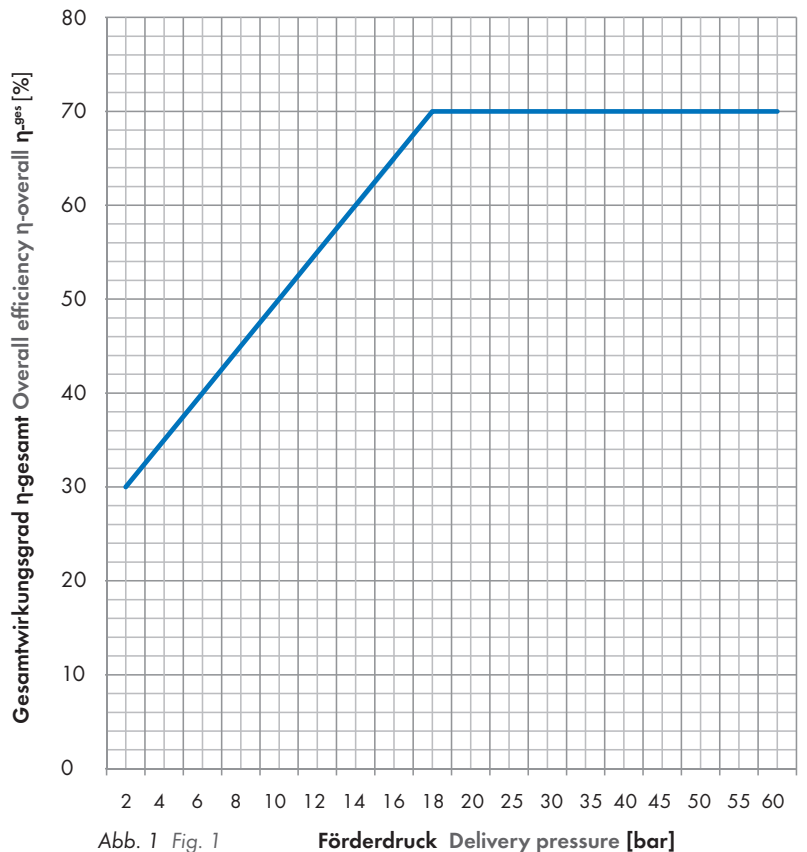

Abb. 1 Fig. 1
- $\eta_{\text{ges}}$  = Gesamtwirkungsgrad [%, s. Abb. 1]
- $\eta_{\text{ges}}$  = Overall efficiency [%, s. Fig. 1]
$V_g = 3,0 \text{ cm}^3$  (s. S. 10);  $q_{ges} = 70 \% = 0,7$  (Abb. 1/Fig. 1)